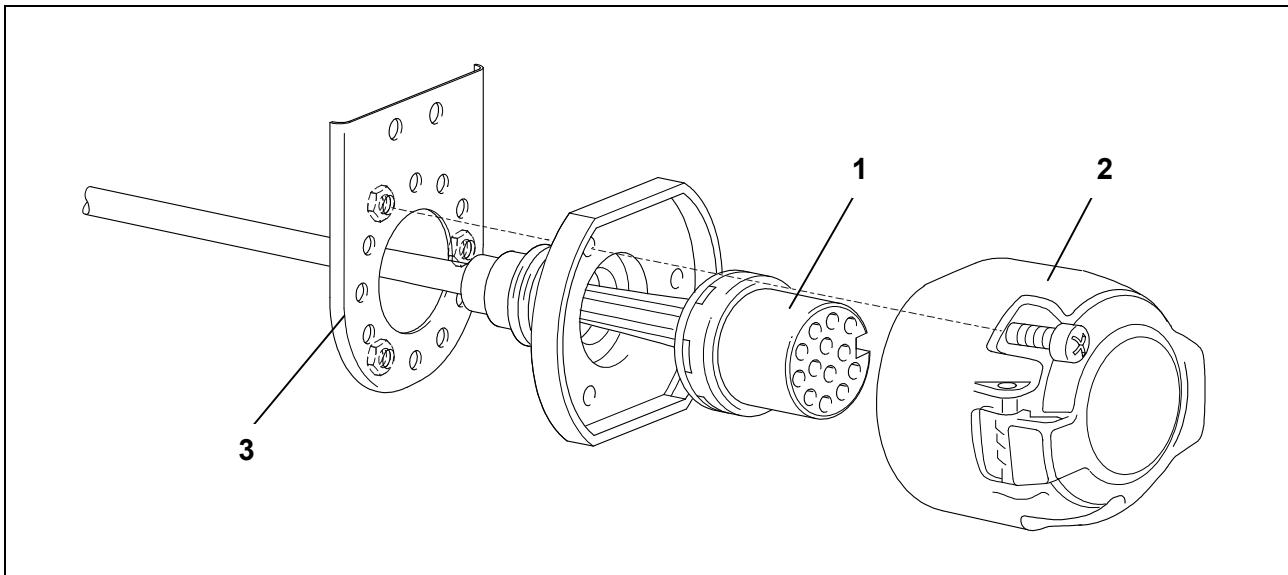

Abb. 2: Steckdose montieren
7. Den Kontakteinsatz (Abb. 2/1) in das Steckdosengehäuse (Abb. 2/2) eindrücken und die Gummidichtung an die Steckdose heranschieben.
8. Die Steckdose mit den beiliegenden Schrauben am Halblech (Abb. 2/3) festschrauben, Drehmoment max. 2,0 Nm.